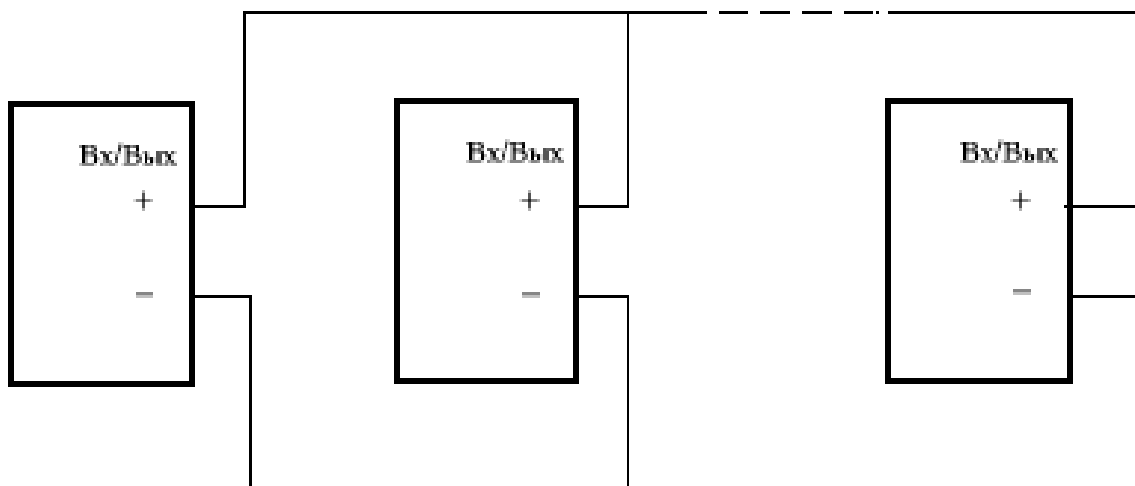

Рис. 3. Схема подключения сигнализаторов в группу
8.8 Соблюдая полярность, подключить батарею питания и установить ее в корпус сигнализатора согласно рис.3.
8.14 Схема подключения сигнализаторов в группу приведена на рис. 3.